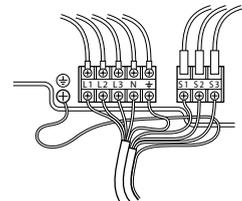

Fig. 6-2
6.1. Udendørs enhed (Fig. 6-1, Fig. 6-2)
- Før kablerne som angivet i Fig. 6-1 og Fig. 6-2.